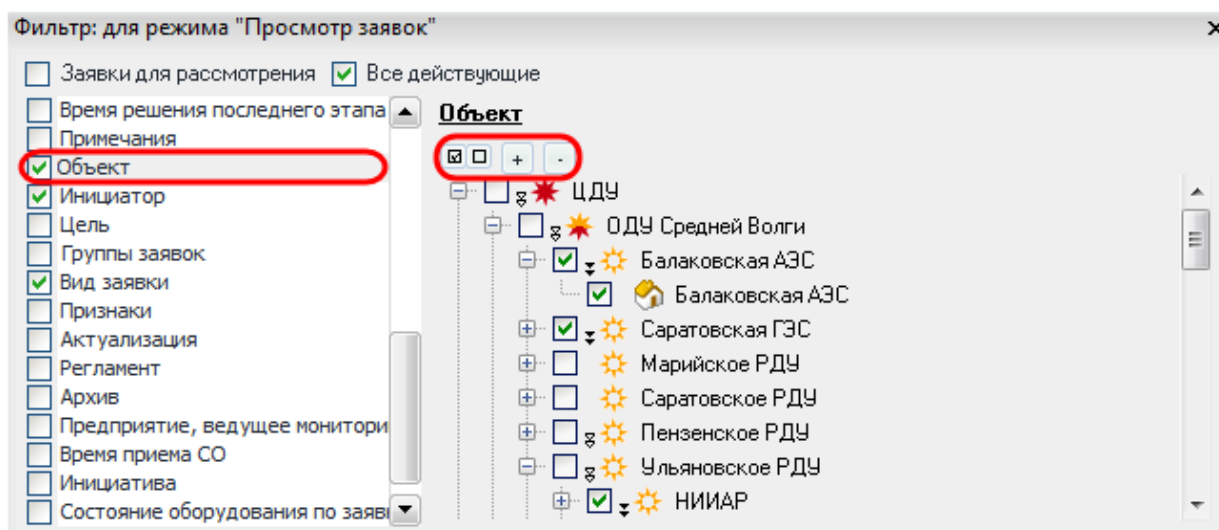

Рисунок 9.41 – Фильтрация по объектам
- **Фильтр «Объект»** - по объектам, на оборудование которых подана заявка (Рисунок 9.41).